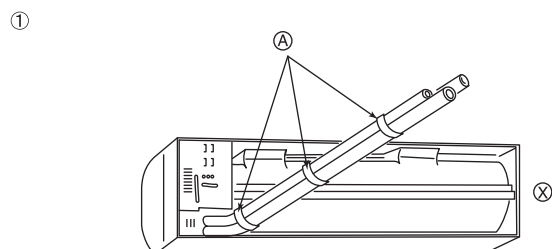
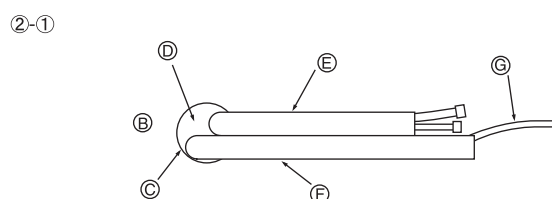

Fig. 3-4
Fig. 3-5
① Pijpen aan de achter-, rechter- en onderkant (Fig. 3-4)
- ② Pijpen links en linksachter
- ②-① Als u de pijpen linksachter wilt installeren: neem de pijpen uit het gat, zodat u de juiste lengte kunt bepalen, en bind ze samen. Het binnenapparaat moet aan de muurbevestigingsmal hangen. (Fig. 3-5)